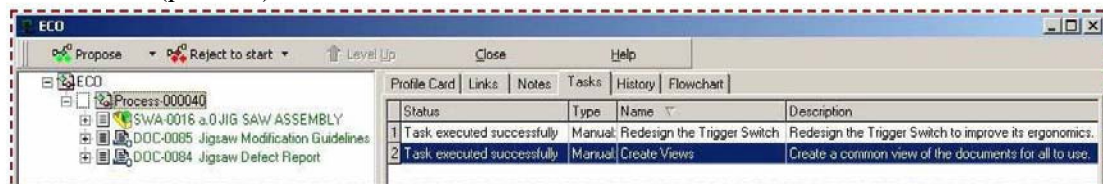

Рис.93
- Пометьте задачи как выполненные, щелкнув правой кнопкой мыши и выбрав команду «Perform Task» (рис. 93).